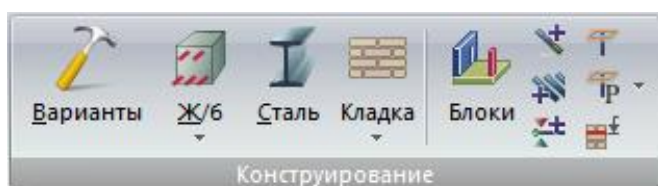

Рис. 16. Панель **Конструирование**
- **Конструирование** (рис.16) – операции по созданию вариантов конструирования, задание материалов, задание уровней для расчета кладки, создание конструктивных блоков (КоБ), конструктивных элементов (КоЭ) и унифицированных групп (УГ, УГ КоЭ), создание контуров продавливания, мозаика геометрических характеристик контуров продавливания